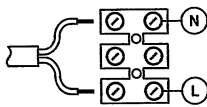
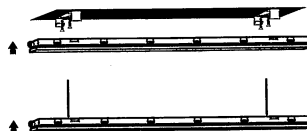

Рис. 2
Рис. 3
- 4.Присоедините подготовленные концы проводов к позициям L, N в клеммном зажиме, установите ламподержатели в монтажные отверстия, затяните винты, проверьте надежность электрических соединений (Рис.2).
- 6.Установите светильник на поверхности или на подвесе при помощи крепежных скоб (Рис.3).
5. Установите колпачок на одну сторону (Рис.2) и наденьте рассеиватель на светильник (Рис.3), закрепите его при помощи колпачка с другой стороны (Рис.4).
4. Присоедините подготовленные концы проводов с коннектором (Рис. 2,3)